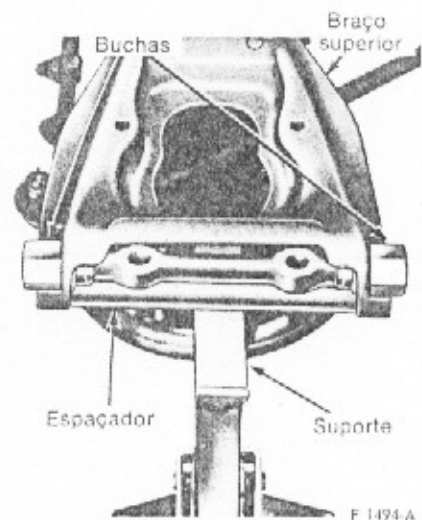

fig. 7 — buchas do eixo interno do braço superior
11. Colocar o espaçador paralelamente ao eixo interno, forçando-o entre as flanges do braço superior, conforme indica a fig. 7.